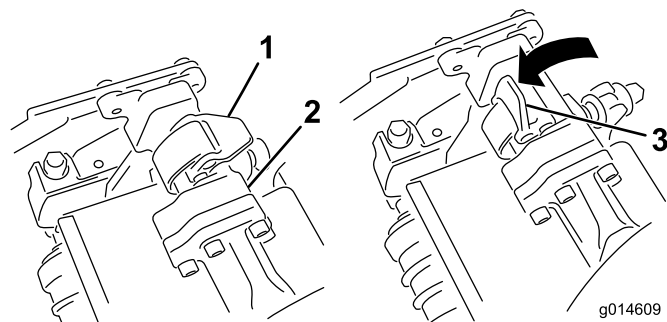
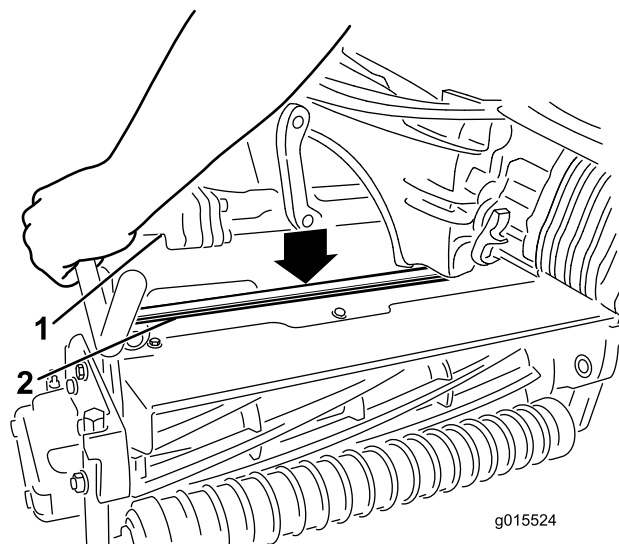

Figura 13
Figura 14
9. Con los enganches del brazo de suspensión orientados hacia arriba (es decir, abiertos) (Figura 13), empuje hacia abajo el brazo de suspensión de modo que la barra encaje en la barra situada en la parte superior de la unidad de corte (Figura 14).
10. Presione los enganches hacia abajo alrededor de la barra de la unidad de corte y bloquéelas (Figura 13).